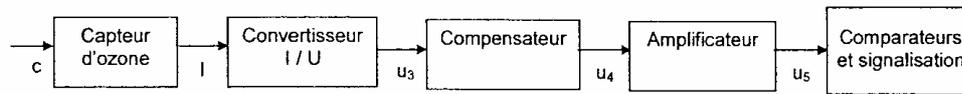

Figure 1
2.1.4 Identifier la fonction de l'étage A à partir du schéma de la **figure 1**.